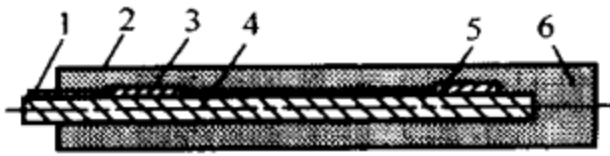

图 2-43 药包结构示意图
(2) 药包。①药包结构：为了防止炸药浸潮，药包一般采用塑料药包，长度为 2.5m 左右，如图 2-43 所示。一般黑土、黄土等比较松软的土壤可采用直径为 26mm 药包，装药量为 0.6kg 为宜；